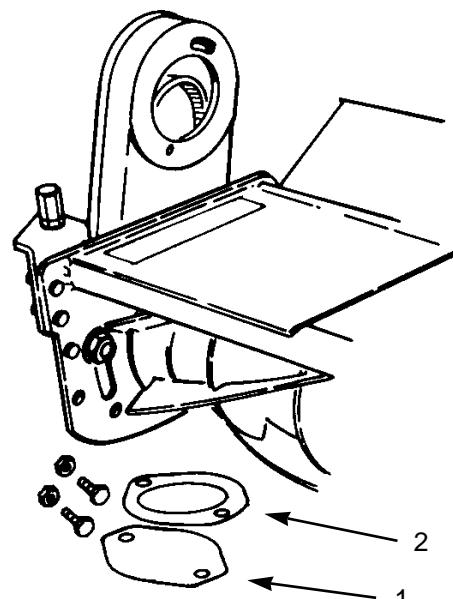

図9
1. カッティングユニットから、ロックナット、ボルト、出荷用カバー、駆動プレート・シールドを取る(図9)。